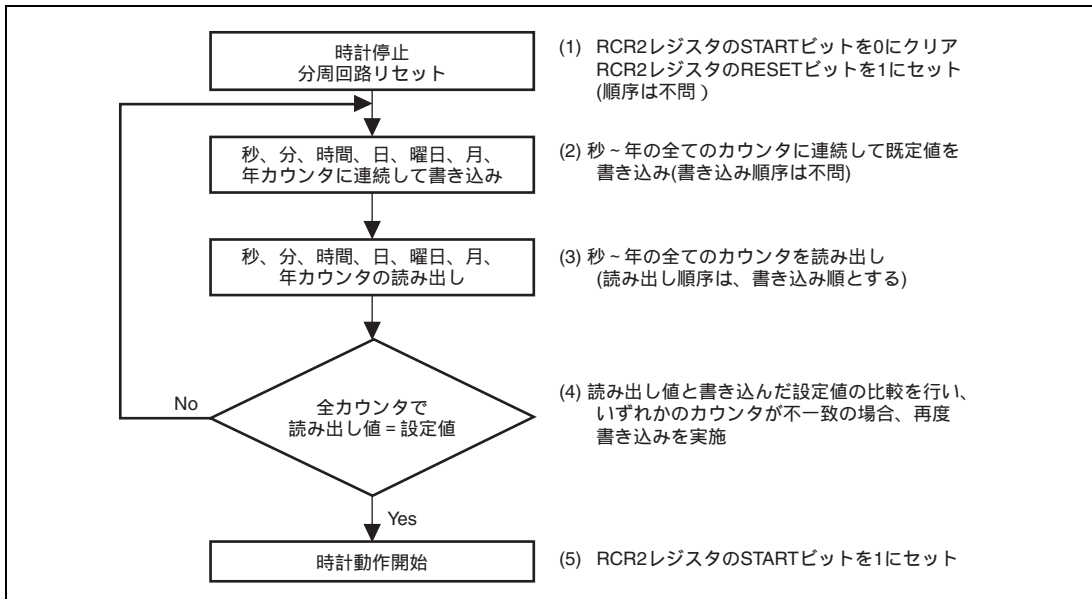

図 15.2 時刻設定手順
時刻設定手順例を図 15.2 に示します。
- 秒カウンタなど、カウントレジスタの書き込み後の読み出しは、「時刻設定手順」に従ってください。このときに、秒~年の全てのカウンタに連続して書き込みを行う必要があります。図15.2の図中の(2)の書き込み処理の間に、カウントレジスタの読み出し処理が行われないようにしてください。